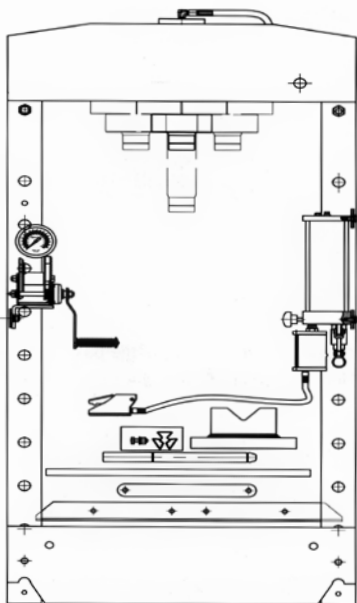

Figure 1
- Le châssis du plateau (23) est placé au bas pour faciliter l'emballage et le transport. (figure 1)